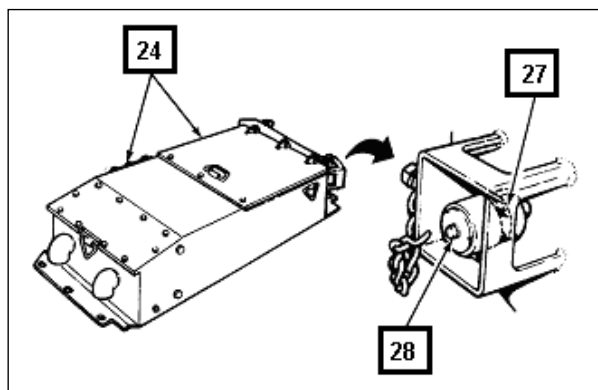

Fig 11-19. Filtro de ar
(18) Se a lâmpada de advertência (12) se acender durante a operação do CC, checar os indicadores do motor e da transmissão (11, 17, 19 e 20) e a lâmpada do detector de poeira (21) para determinar se o motor, transmissão ou o filtro de poeira estão falhando. Deve-se cortar o motor e sanar a pane.
(19) Se o ponteiro do indicador de carga da bateria (18) está na área vermelha da esquerda, o alternador não está carregando as baterias. Deve-se cortar o motor e sanar a pane. Se o ponteiro está na faixa vermelha da direita, o alternador está sobrecarregando as baterias. Deve-se informar ao pessoal de manutenção.
(21) Assegurar-se que o ar não escapa (Fig 11-19 e 11-20) do filtro de ar (24), pela borda de tomada de ar (25), e pela placa de vedação (26). Assegurar-se que a janela (27) do indicador (28) de poeira não acusa entupimento (existem vários modelos de indicadores).
(22) Antes de colocar o carro em movimento, assegurar-se que a exaustão de ar pode ser sentida pelos quatro dutos de entrada de ar do motor.